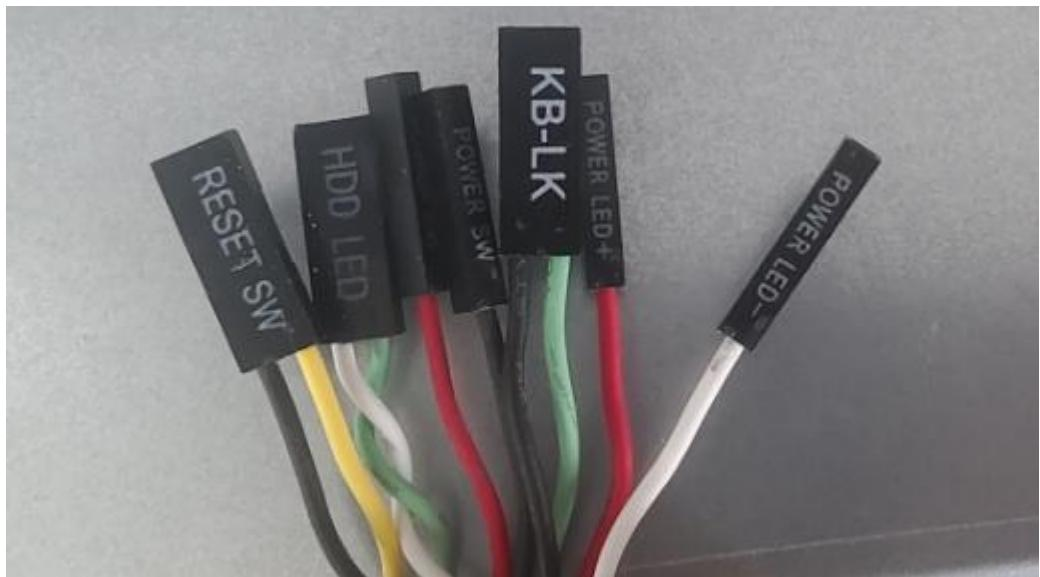

图 9 内连线接插件标识
2、再找到机箱自带的开关、指示灯内连线的接插件（接插件上有对应的标识，如图 9 所示）